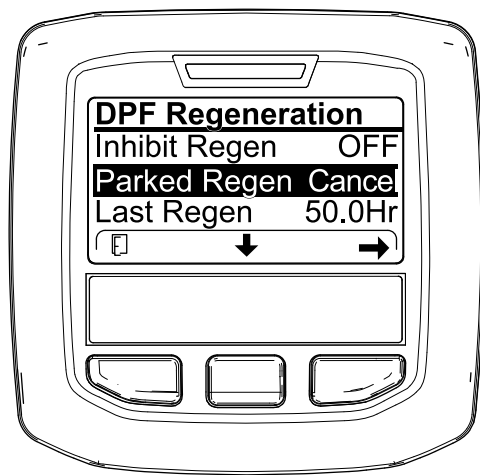
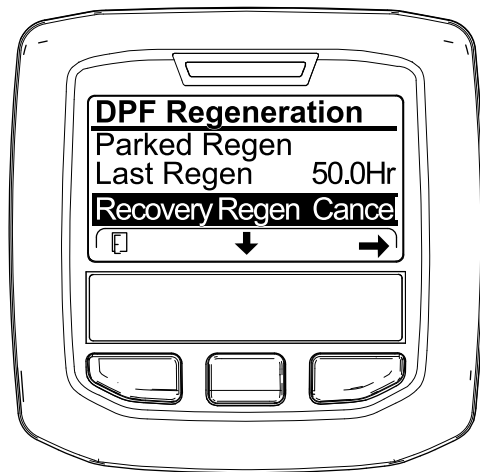

Bild 70
Bild 71
1. Zugreifen auf das Menü für die Regenerierung des Dieselpartikelfilters (Bild 70)
2. Drücken Sie die mittlere Taste, um auf die Option PARKED REGEN. CANCEL (Bild 70) oder RECOVERY REGEN. CANCEL zu navigieren (Bild 71).
3. Drücken Sie die rechte Taste, um den Eintrag „Regen. Cancel“ auszuwählen (Bild 70 oder Bild 71).